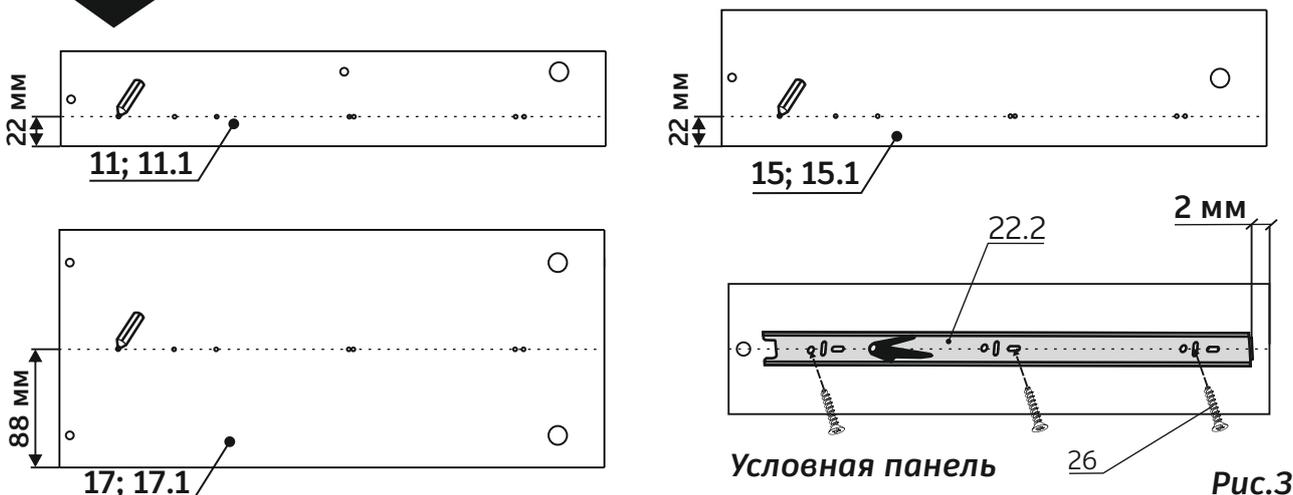

Рис.3
1. Провести линию карандашом на боковых стенках ящиков (левых, поз.11, поз.15, поз.17 (5 шт) и правых, поз.11.1, поз.15.1, поз.17.1 (5 шт), соединив существующие накладки видимой линией (см. рис.3)
2. Приложить направляющую к каждой боковой стенке ящика так, чтобы центры отверстий направляющей совпали с линией на боковой стенке ящика, выдержав размеры, показанные на рис.3
3. Крепить направляющие к каждой боковой стенке ящика шурупами 3,5х16 (поз.26) – 3 шт (см. рис.3).